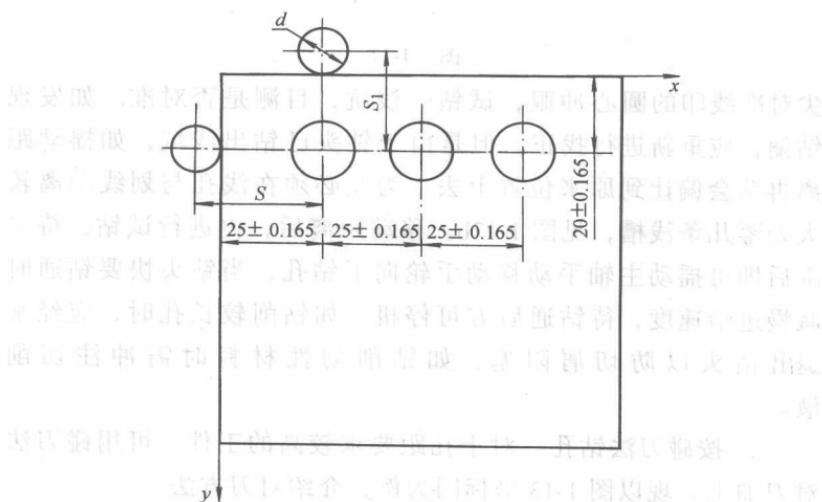

图 1-13
2) 按碰刀法钻孔 对于孔距要求较高的工件，可用碰刀法对刀加工。现以图 1-13 坐标图为例，介绍对刀方法。
- ① 划出加工参考线，并打上样冲眼。
- ② 选用  $\phi 10\text{mm}$  键槽铣刀（或圆销），反向装夹。
- ③ 移动纵向工作台，使刀柄外圆与工件左侧端面相接触，可用  $\delta = 0.03\text{mm}$  的塞尺检查，然后  $x$  方向移动距离  $S$  为